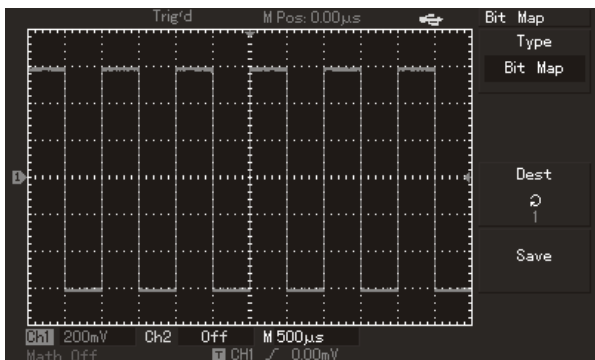

Рисунок 3-14. Сохранение изображения с дисплея в формате bitmap
3. Функция сохранения изображений в формате битовых карт: Как показано на рис. 3-14, с помощью кнопки [F1] в меню функции сохранения данных можно выбрать тип сохраняемых данных «Bit Map» после подключения внешнего USB-накопителя. Вращением многофункционального регулятора можно выбрать номер сохраняемого изображения. Сохраненное с расширением «.BMP» на USB-накопителе изображение экрана можно открывать непосредственно на компьютере.